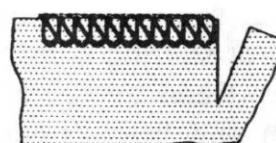

Fig.2
**REMARQUE:** Lors des remaillages et des découpes simultanés, coupez le tissu sur 3 cm environ en suivant la nouvelle ligne de couture avant de le tourner. Fig. 2.
3. Insérez le fil dans le trou avant ou arrière du pied presseur (selon la tâche souhaitée, voir les schémas présentés dans les figures 2 et 3), puis passez-le sous le pied presseur ou à l'arrière de celui-ci.
**Pour assembler les épaules ou les manches**, passez le fil dans le trou avant du pied presseur en vous assurant qu'il est placé entre les fils d'aiguilles gauche et droite lorsqu'il se dirige vers le trou avant. (Fig. 2).